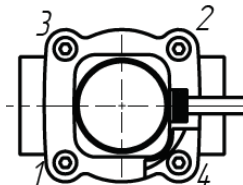

Рис. 2
5) Затянуть 4 болта M4 в определенной последовательности согласно Рис. 2. Усилие затяжки 0,5 Н·м.